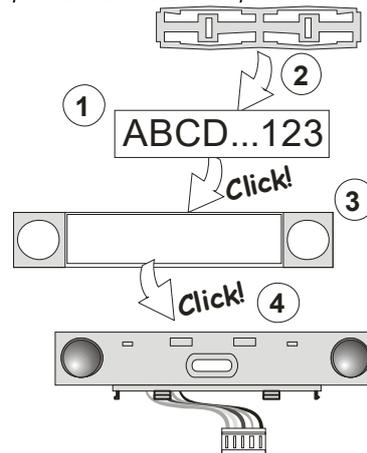

Figura 3: Instalação de uma etiqueta num segmento de controlo
- Ao inserir as pilhas, o botão de ativação retroiluminado amarelo (3) ilumina-se permanentemente, o que indica que o módulo ainda não se encontra registado no sistema.
- Premir o botão de ativação retroiluminado (3) – o módulo é registado e o indicador LED amarelo apaga-se (é possível que demore alguns segundos). É possível registar o dispositivo ao inserir as pilhas.
- Após concluir a instalação, inserir as etiquetas com a descrição da função por trás da tampa transparente dos segmentos e em seguida fechá-las – ver Figura 3. Para efetuar a impressão de etiquetas é necessário utilizar o software F-Link (janela **Dispositivos**, na posição do módulo RFID - **Configurações internas**).